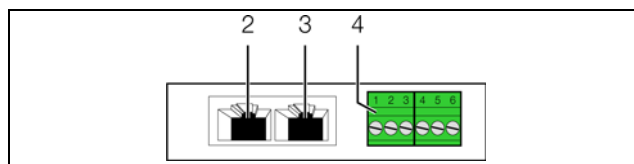

Рис. 7: Задняя сторона универсального датчика
- Подключите внешнее устройство к универсальному интерфейсу в соответствии со следующими описаниями (рис. 7, поз. 4).
- Соедините универсальный датчик кабелем CAN-Bus с интерфейсом CAN-Bus Процессорного блока СМС III или с соседним компонентом в шине CAN-Bus (рис. 7, поз. 2).
- При необходимости подключите ко второму, свободному интерфейсу CAN-Bus универсального датчика (рис. 7, поз. 3) следующий компонент (например, датчик другого типа).